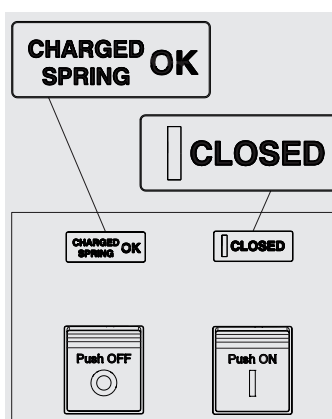

Figure 48
4. Disjoncteur fermé avec ressorts bandés (voir Figure 48). Cet état se vérifie quand après la fermeture (voir étape 4 - Figure 48) les ressorts sont bandés de nouveau manuellement ou automatiquement par le motoréducteur (si prévu).